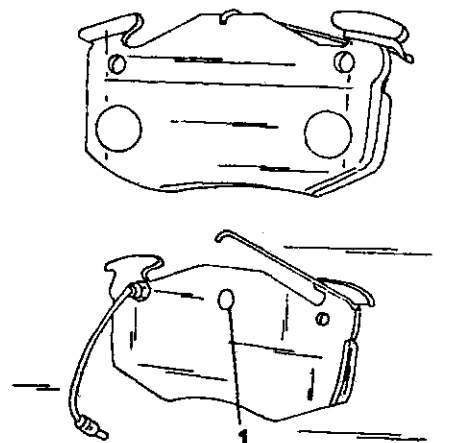

Рис. 289. Тормозная колодка с удерживающими пружинами и направляющей цапфой (1) (внизу) с поводом датчика износа.
- Переставить пружины на новые тормозные колодки (Рис. 289).
- Вставить тормозные колодки. Для этого следует ввести в зацепление цапфу (1) на рисунке 289 в выемку (b) поршня тормоза на рисунке 288.
- Выровнять тормозные колодки в шахте тормозного суппорта и вставить и забить направляющий клин (2). При этом отжать тормозные колодки наверх, чтобы обеспечить проход клину. Закрепить клин пружинной планкой (1).